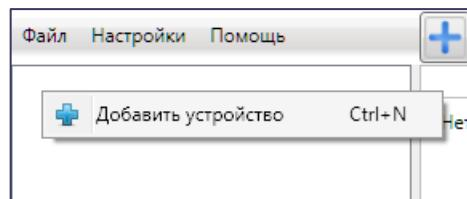

Рис. 4.4. Регистрация контроллера вручную
- щелкните правой кнопкой мыши по свободному месту в области дерева устройств программы *Конфигуратор Профессионал* (см. раздел 5.1) и в появившемся меню выберите *Добавить устройство* (Рис. 4.4);